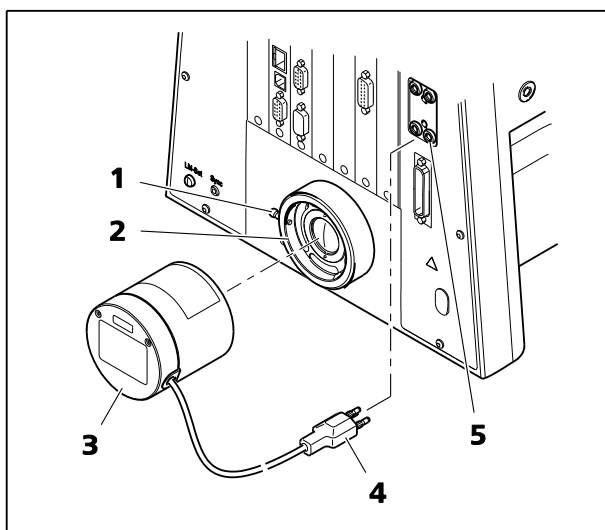

Fig. 52 Montage de la lampe accessoire microLED
- Desserrer la vis de serrage (Fig. 52/1) du port de lumière transmise (Fig. 52/2). Retirer la lampe halogène.
- Utiliser un tournevis à tête sphérique AF 3 et une vis de serrage (Fig. 52/1) pour verrouiller fermement la lampe accessoire (Fig. 52/3) avec le support en queue d'aronde dans la douille (Fig. 52/2).
- Brancher la fiche d'éclairage à trois broches (Fig. 52/4) sur la prise inférieure à trois pôles 12 V / 100 W (Fig. 52/5) pour la lumière transmise (TL) à l'arrière de l'appareil.
- Pour le statif codé, régler l'interrupteur à bascule pour lumière transmise/lumière réfléchie sur lumière transmise (TL). Si le statif motorisé est utilisé, basculer entre la lumière réfléchie et la lumière transmise à l'aide de l'écran tactile TFT.